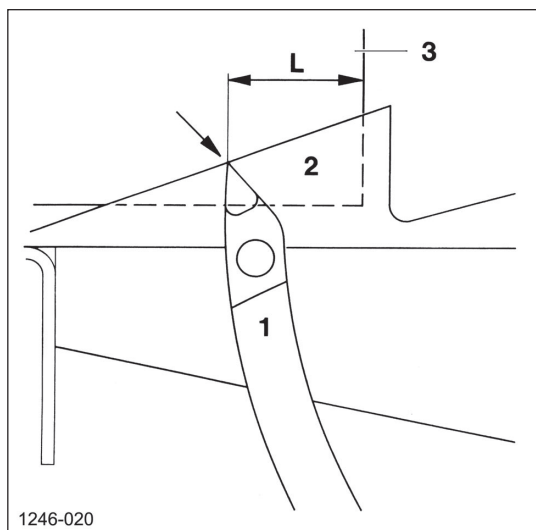

Рисунок 68
- ❑ Проворачивайте маховик в направлении привода (см. стрелку на машине), пока кончики иголок [1] не встанут вровень с упором [2] (Рисунок 68).